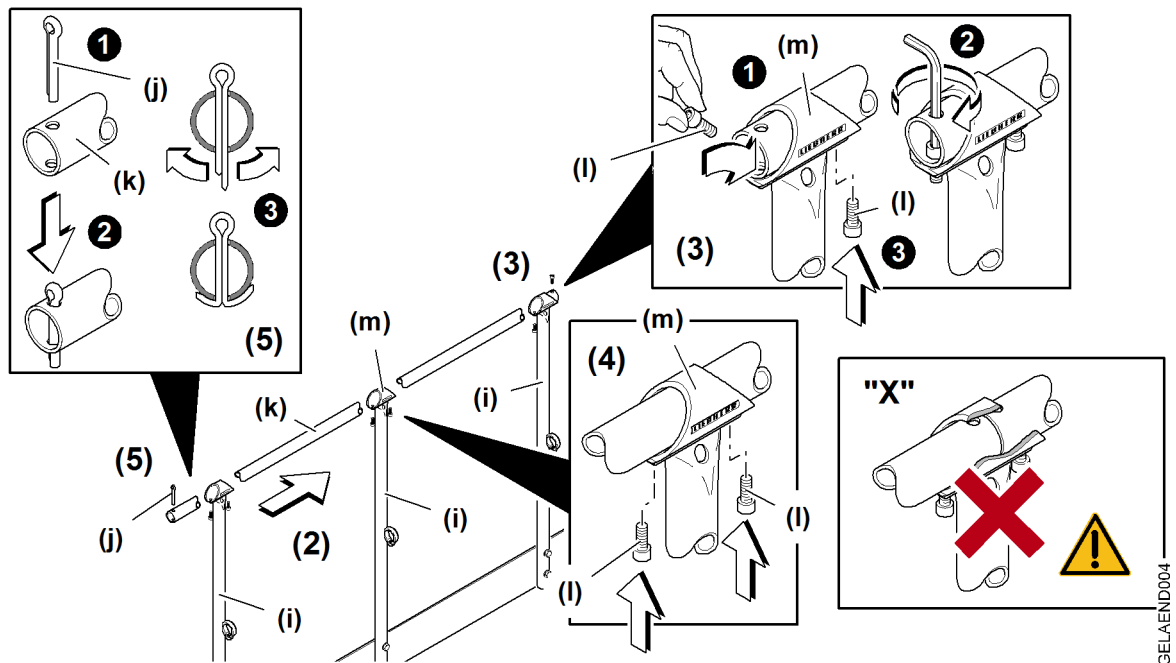

Fig. 142: Geländerrohr (Handlauf) montieren
- ▶ Geländerrohre nicht in den Rohrbuchsen auf Stoß (Detail „X“)(siehe: Fig. 142, Seite 189) montieren.
- ▶ Geländerrohr (k) durch die Rohrbuchsen (m) der Pfosten (i) schieben. (2)
- ▶ Die Enden der Geländerrohre (k) über die Durchgangsbohrung mit einer Zylinderschraube (l) von oben in der Rohrbuchse (c) verbinden und mit einer Zylinderschraube (l) von unten festklemmen. (3)
- ▶ Die Enden der Geländerrohre (k) mit zwei Zylinderschrauben (l) von unten festklemmen. (4)
- ▶ Alle anderen Rohrbuchsen (m) der Pfosten (i) mit zwei Zylinderschrauben (l) von unten festklemmen. (4)
- ▶ Geländerrohr (k) mit Splint (j) sichern. (5)